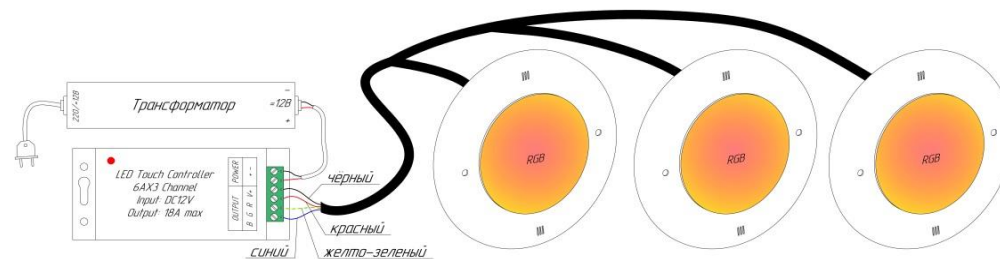
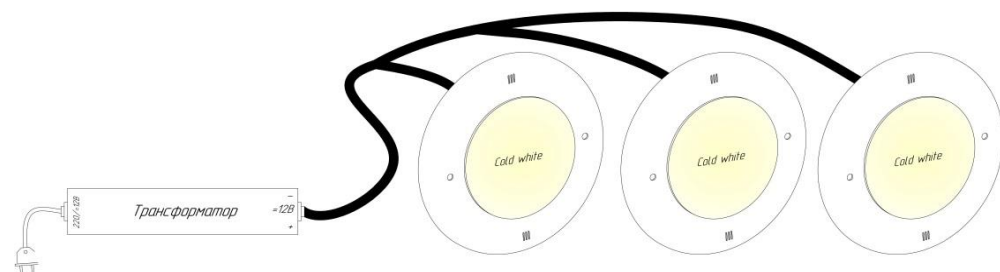

Рис.2 Подключение прожектора мини светодиодного RGB 12В (арт. P11-19, P11-19L)
Рис.3 Подключение прожектора мини светодиодного «Холодный» белый, 12В (арт. P11-20, P11-20L)
5.4. Подключить прожектор согласно приведенной электрической схеме рис. 2 для арт. P11-19, P11-19L, рис. 3 для арт. P11-20, P11-20L.